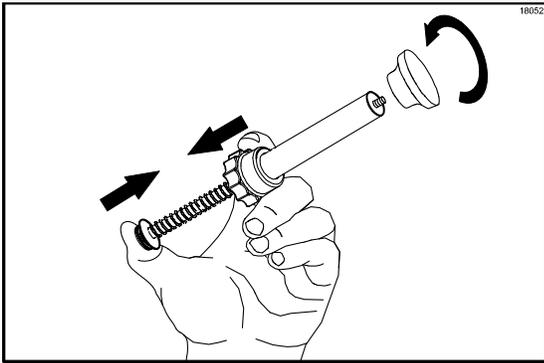

图 73
4. 如要拆卸把手，用螺母按住弹簧并挤压柱塞的端部。沿逆时针方向转动把手。（见图 73。）